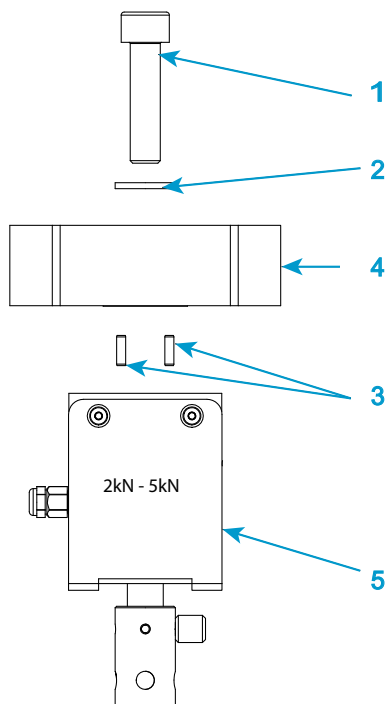

Figura 16. Installazione di una cella di carico serie 2519 - capacità da 1 kN a 5 kN
Legenda per Figura 16
1. Fare riferimento a Figura 16 a pagina 89 e alla relativa leggenda associata.